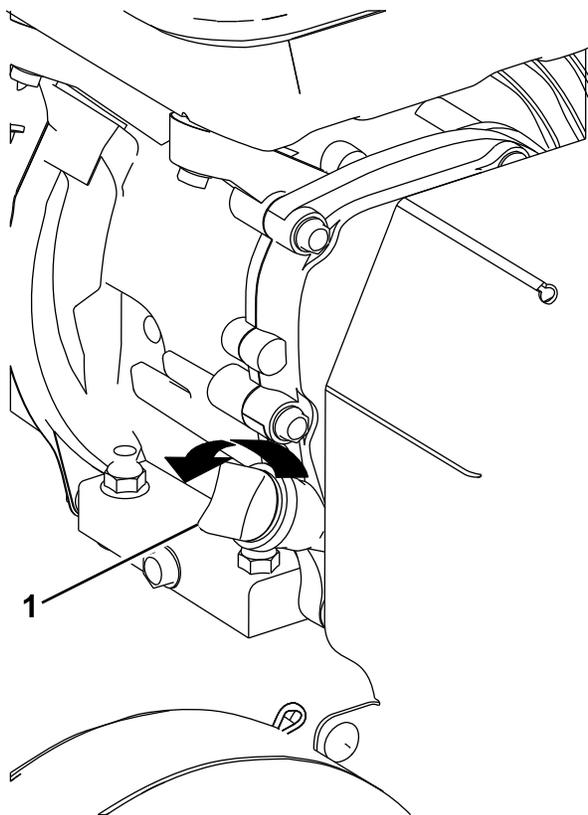

Figura 9
2. Pulite attorno all'asta di livello in modo che la morchia non possa penetrare nel foro di rifornimento e danneggiare il motore (Figura 9).
3. Svitare l'asta di livello e pulitene l'estremità (Figura 9).
4. Inserite a fondo nel tubo di rifornimento l'asta di livello (Figura 9).